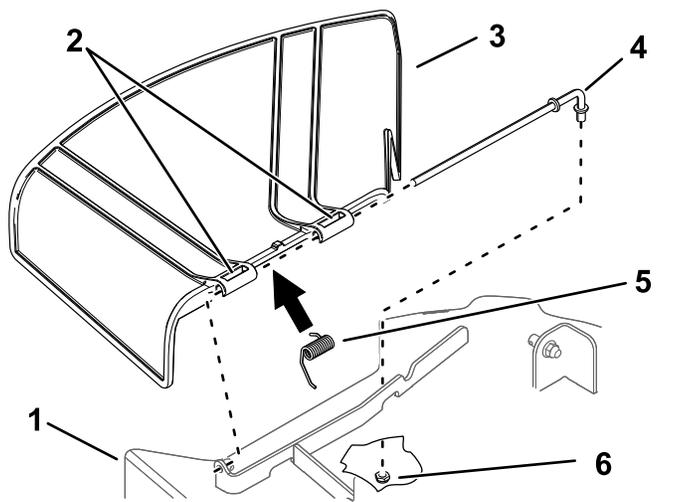

Рисунок 78
1. Отверните гайку ($\frac{3}{8}$ дюйма) со стержня из-под нижней части газонокосилки (Рисунок 78).
2. Вытяните стержень из кронштейна деки, пружины и отражателя травы (Рисунок 78).
4. Установите новый отражатель травы (Рисунок 78).
7. Проденьте стержень через второй шарнир отражателя травы (Рисунок 78).
9. Прикрепите задний конец стержня к газонокосилке с помощью гайки (3/8 дюйма), как показано на Рисунок 78.